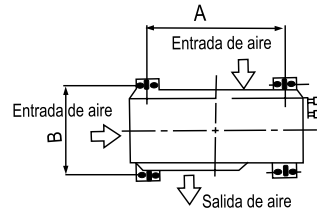

Ilustración 47
- Si se precisa un soporte para la instalación, el soporte debe estar de acuerdo con el diagrama de instalación. (Ilustración 47)